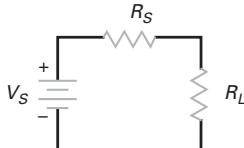

Figura 1-17
- 1-6** Na Figura 1-17, a tensão ideal é de 9 V e a resistência interna é de $0,4\ \Omega$. Se a resistência de carga for zero, qual é o valor da corrente da carga?
- 1-24** Na Figura 1-17, a fonte de tensão ideal é de 10 V e a resistência de carga de 75 Ω . Se a tensão na carga for igual a 9 V, qual deve ser o valor da resistência interna? Ela pode ser considerada quase ideal?